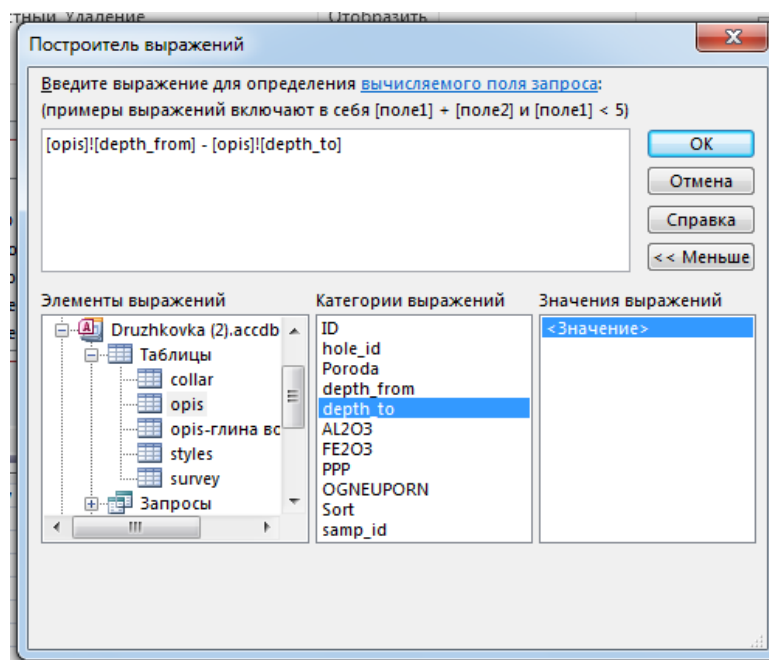

Рис. 27. Введення виразу у вікні Построитель выражений
7. Аналогічно знайти та ввести друге поле – `depth_from` з таблиці `opis`. Вікно Построитель виражений з отриманим результатом приведено на рис. 27. Натиснути на кнопку ОК. Вираз передається в бланк-запит, де він розміщується після системного імені поля та відокремлюється від нього двома крапками: